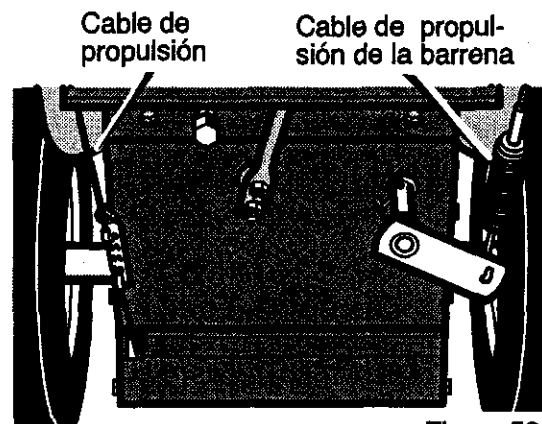

Figura 52
**NOTA:** Si los cables se han desconectado, conéctelos como se muestra en la Figura 52.